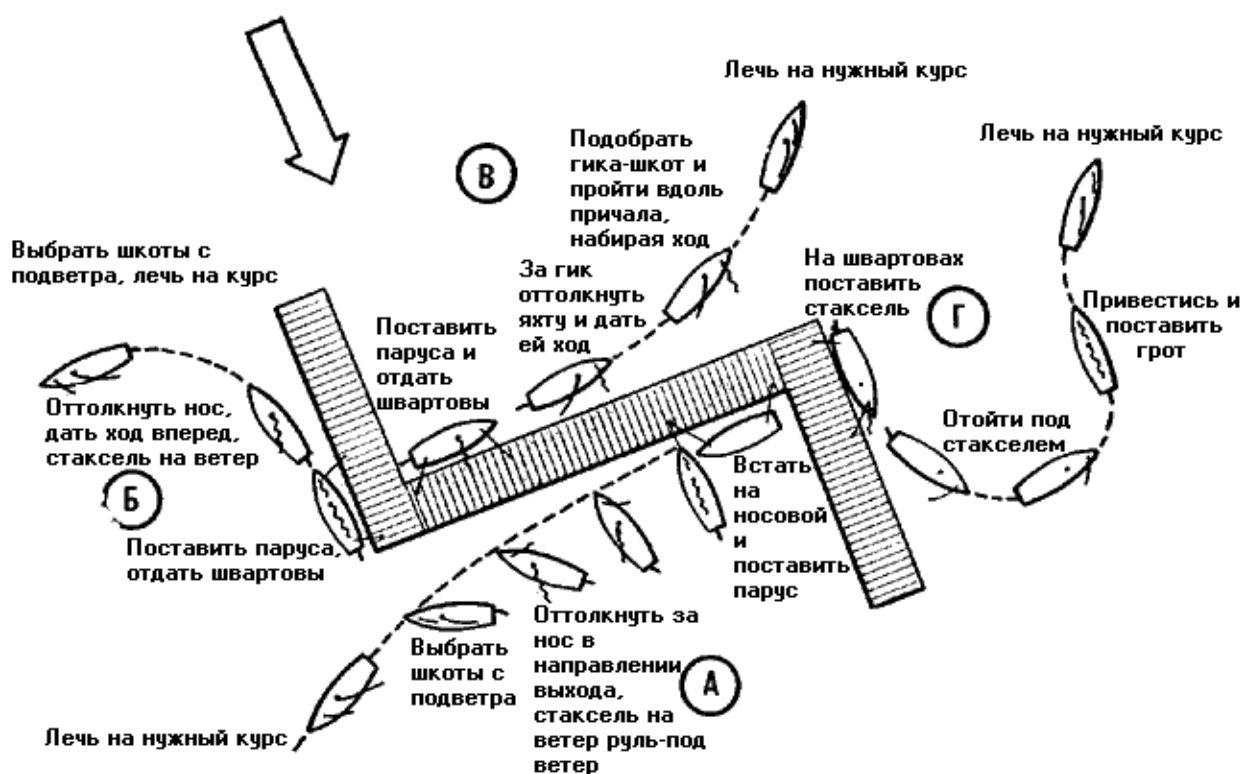

Рис. 124. Как отойти от причала:
Разберем четыре основных варианта обстановки, определяющей действия экипажа яхты при отходе от причала \* (рис. 124). Самый простой из них—ветер дует от причала (так называемый отжимной ветер). Когда паруса уже поставлены и яхту удерживает на месте только носовой швартов, на причал посылают матроса. По команде с яхты он отдает швартов и, стоя на причале, отталкивает нос яхты в нужную сторону, после чего прыгает на борт. Одновременно выносят на ветер стаксель или просто подбирают стаксель-шкоты, и как только судно увалится, выбирают с подветра все шкоты и кладут руль, чтобы лечь на избранный галс.
**При ветре, дующем вдоль причала**, яхту швартуют носом против ветра носовым и кормовым швартовами. Последний можно заложить серьгой. По готовности к отходу отдают сначала носовой швартов, нос яхты отталкивают от причала и выбирают стаксель-шкот с того борта, которым она была ошвартована. Затем, когда стаксель заберет и яхта достаточно увалится, отдают кормовой швартов и выбирают шкоты с подветренного борта (рис. 124, Б).
Иногда обстановка вынуждает отходить от причала по ветру, то есть когда ветер дует в корму. Тогда ставят только передние паруса и, отойдя под ними на чистую воду, приводят на курс бейдевинд и ставят грот (рис. 124, Г). В очень слабый ветер можно поставить грот и на курсе фордевинд. Но делают это только в самых крайних случаях, туго выбрав гика-шкоты и поддерживая гик в рабочем положении на топенантах; рулевой внимательно следит за постановкой
ный ход и оберегая корму, рулевой подбирает гика-шкоты и некоторое время ведет яхту вдоль причала, постепенно увеличивая расстояние от него. Получив хотя бы небольшую, но устойчивую скорость под гротом, можно ставить стаксель и ложиться на курс или делать поворот (рис. 124, В). Бывает, что впереди мало свободного пространства. Тогда поворот надо делать сразу же, как только яхта наберет достаточный ход. Приняв на борт матросов, рулевой приводит судно до положения левентик (беречь корму!); стаксель быстро выносят на ветер и делают поворот оверштаг. В такой момент очень опасно потерять ход—яхту неминуемо бросит на причал. Учитывая сложность отхода при навальном ветре, делать это следует только в самом крайнем случае и только когда все подробности маневра тщательно продуманы.